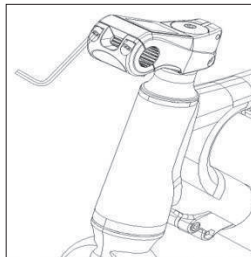

Figura 1-3
- Afloje los cuatro tornillos de la abrazadera del manillar en sentido antihorario con una llave Allen de 5 mm, luego retire los tornillos y la cubierta frontal, como se muestra en [Figura 1-3] y [1-4].